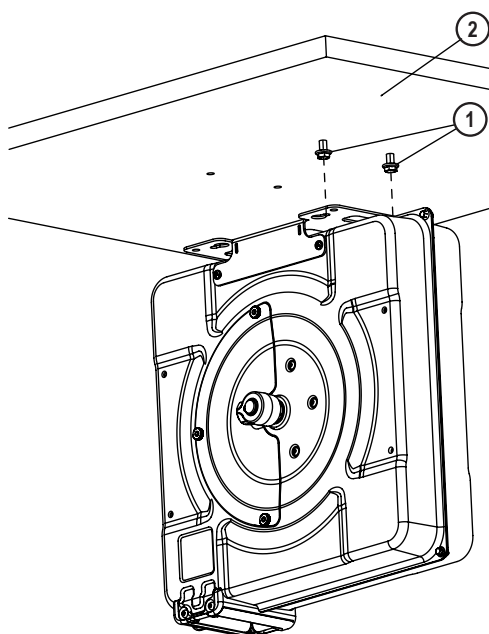

Fig. 3
2. To suspend the hose reel on the mounting surface (2) (fig. 3), it is recommended to first introduce two M10 bolts (1) (fig. 3), with their heads slightly jutting out. Over these bolt heads, the reel can be suspended.
2. För att hänga upp slangrullen på monteringsytan (2) (fig. 3), rekommenderas det att först introducera två M10-bultar (1) (fig. 3), med huvudet något utskjutande. Över dessa bultshuvud kan rullen hängas.